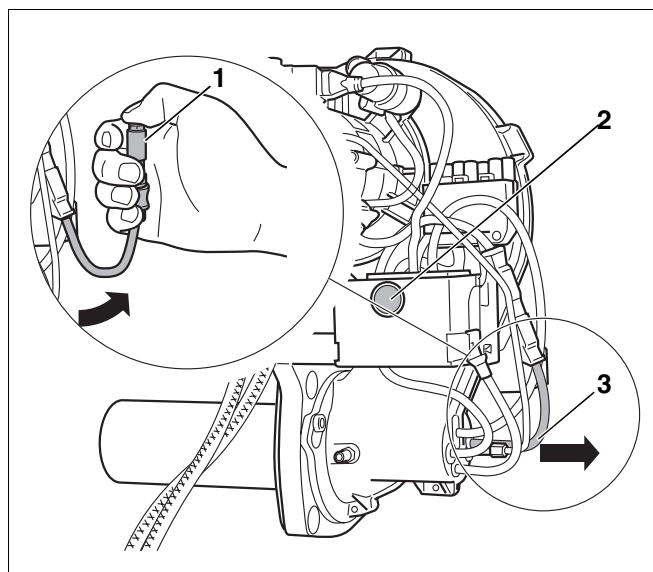

Рис. 20 Проверка работы датчика пламени
- При работающей горелке вынуть датчик пламени из гнезда, взяв его за предусмотренную для этого ручку (рис. 20, поз. 3).
- Перекрыть датчик пламени (рис. 20, поз. 1). После повторного запуска должно произойти отключение из-за неисправности.
- По истечении времени ожидания, составляющего примерно 30 секунд, нужно разблокировать автомат горения дизельного топлива, нажав кнопку подавления помех (рис. 20, поз. 2).